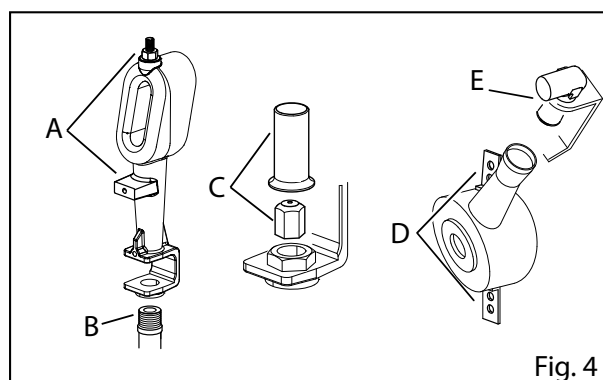

Fig. 4
- Dévisser la fixation au support et le raccordement à l'alimentation (Fig. 4/A+B)
- Démontez le tube de Venturi et la buse du brûleur à remplacer (Fig. 4/C).
- Dévisser les vis de fixation du brûleur (Fig. 4/D) et le raccordement à l'alimentation (Fig. 4/E)